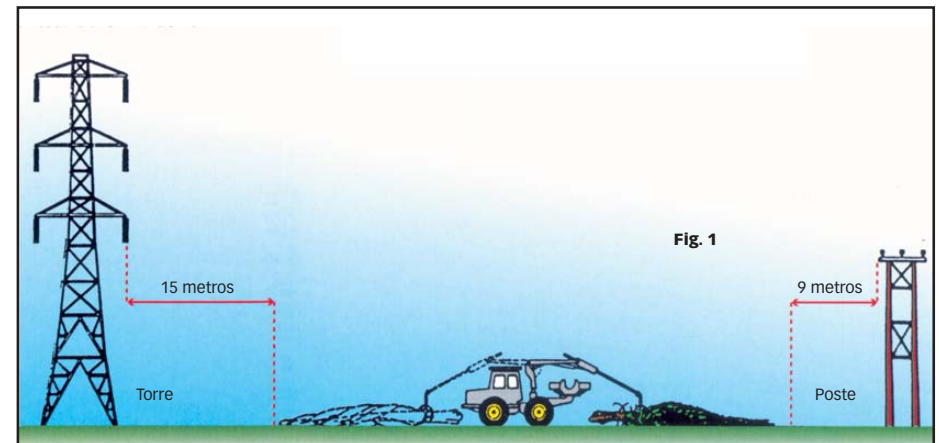

Fig. 1
- 27- No trabaje con ningún cabezal procesador si alguna parte de la máquina o del árbol quedan a menos de 15 metros de una línea eléctrica suspendida de torres de acero, o a menos de 9 metros si se tratase de postes de madera (ver fig. 1).